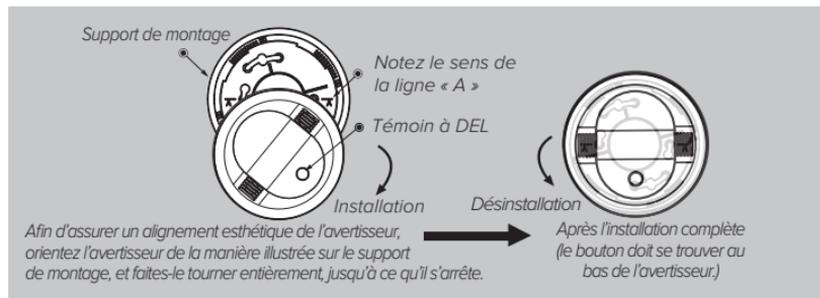

Figure 9-F
- Complétez l'installation de l'avertisseur sur le support de montage en le faisant tourner dans le sens horaire (Figure 9-F).